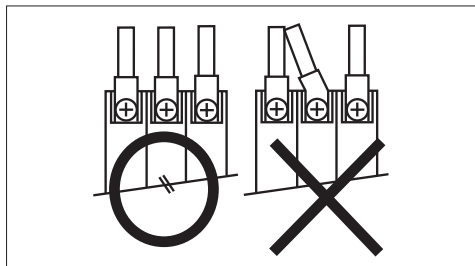

Figura 1
8. Ciascun polo sarà connesso come mostrato in Figura 1. Montando più interruttori affiancati, interponi barriere isolanti tra gli interruttori. Se l'interruttore non ha barriere isolanti è necessario isolare le parti esposte dei terminali con manicotti isolanti.
2. Montaggio: Installazione per mezzo del dispositivo a scatto rapido su Rotaia DIN rispondente alla norma EN50022 35m, come illustrato in Figura 1 e 2. Protezione contro contatti non intenzionali con parti in tensione secondo VBG 4 e DIN VDE 106 parte 100. Operazione dell'interruttore indipendente dalla posizione di montaggio.